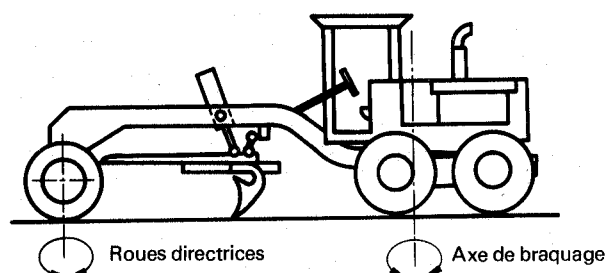

Figure 10 — Niveleuse à direction agissant sur les roues avant et sur le châssis articulé
5.1.4.4 Direction agissant sur les roues avant et sur le châssis articulé (voir figure 10)